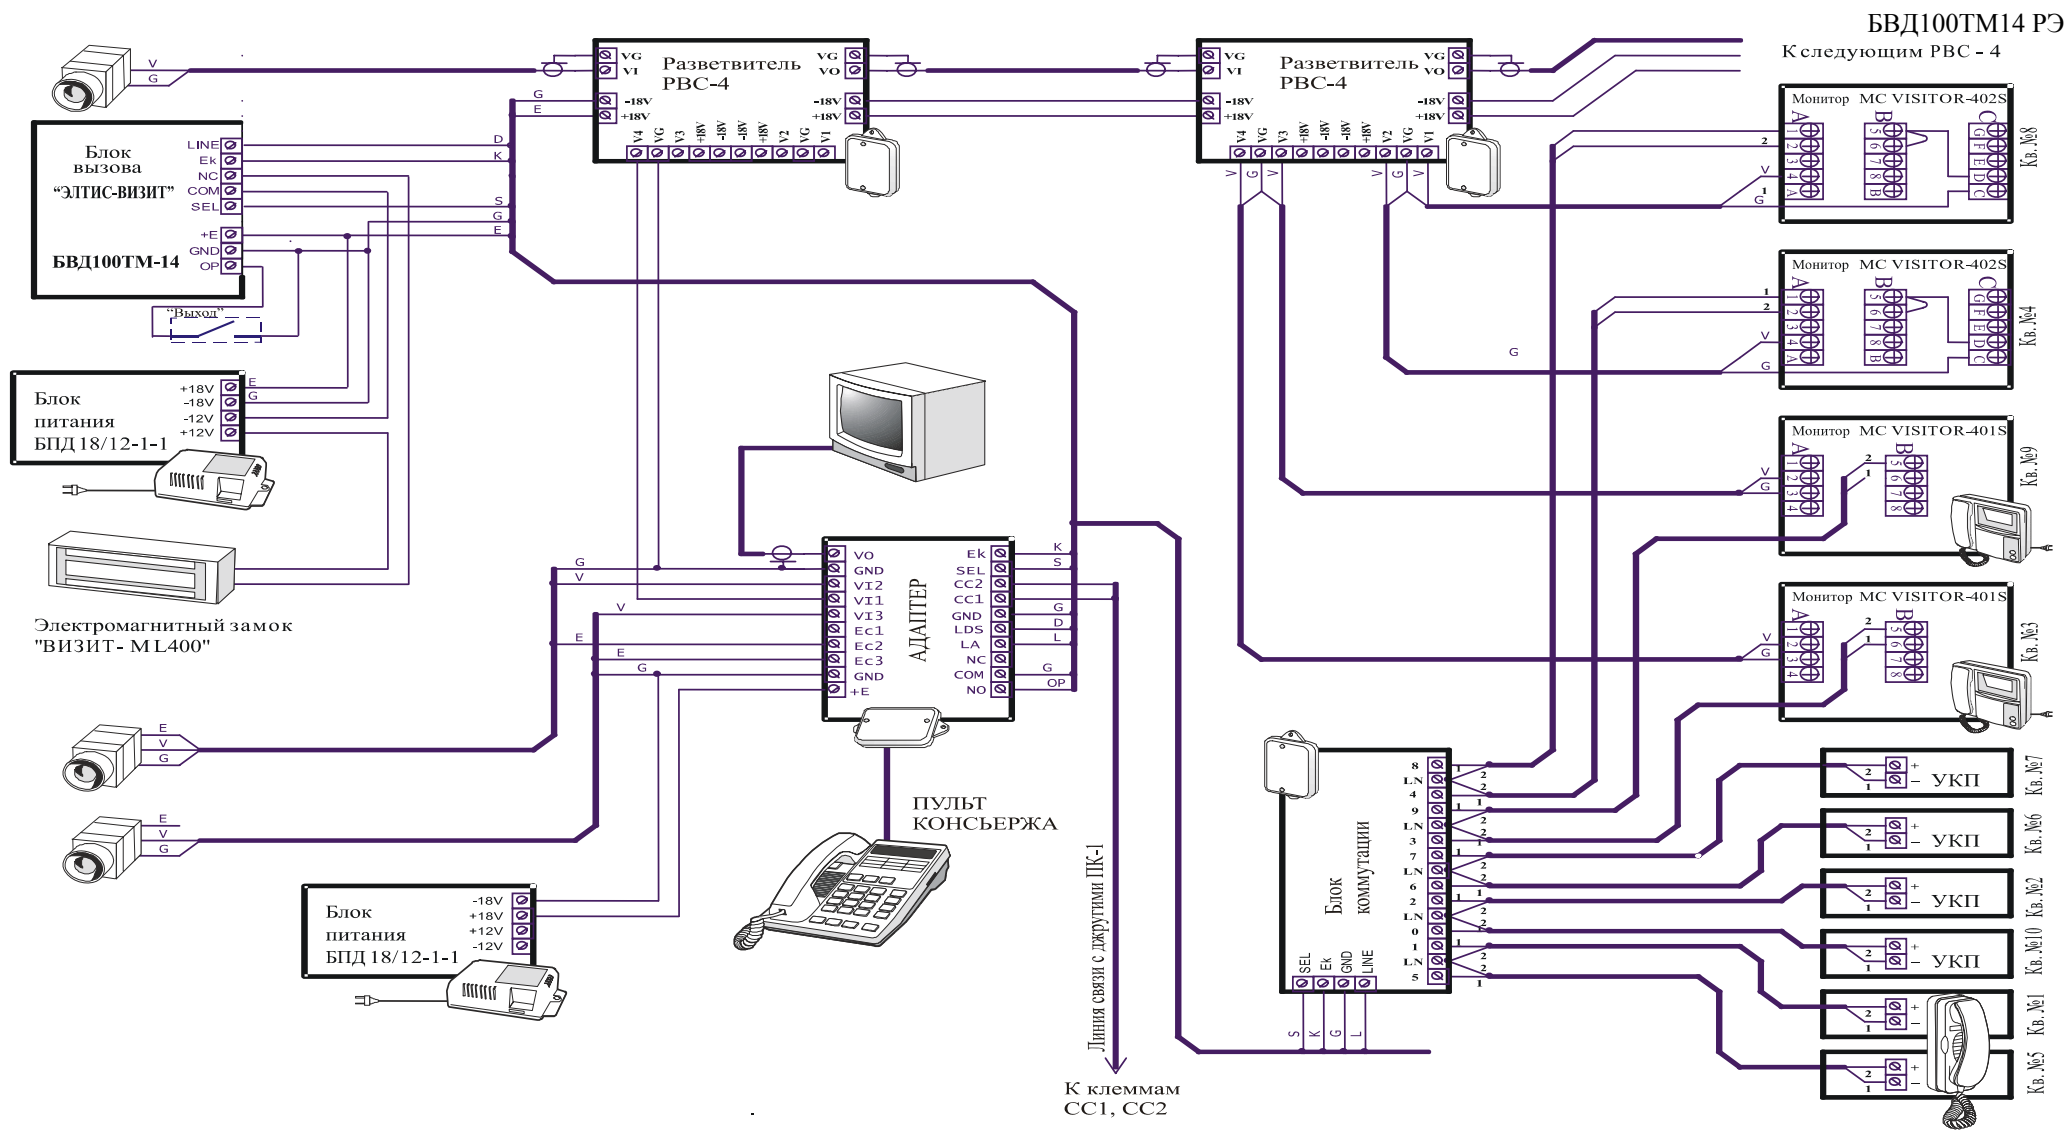

рис.3 Монтажная схема подключения БВД100 ТМ-14
5.3.2 Блок вызова, имеет специальные клеммные колодки с обозначениями для подключения проводов. Блок вызова соединяется с остальными блоками системы согласно приведенной монтажной схеме (рис.3).
5.4.1 Блок питания подключается к замку и блоку вызова согласно приведенной монтажной схеме (рис.3). Блок питания и коммутатор имеет специальные клеммные колодки для подключения проводов с соответствующими обозначениями. Для подключения блока питания к сети 220 В **обязательно(!)** должна быть установлена розетка.
С абонентскими пультами коммутатор соединяется согласно приведенной монтажной схеме (рис.3) по двум десятипроводным шинам, проложенным в стояке.
5.5.2 Пульт подключается к соответствующим проводам шины (клемма «+» пульта к шине десятков D0..D9 коммутатора, клемма «-» к шине единиц E0..E9 коммутатора). Схема соединений блоков комплекса приведена на рис.3.
5.6.1 Электромагнитный замок подключается к блоку питания и к блоку вызова согласно схеме на рис.3. Цепи коммутации электромагнитного замка в блоке вызова содержат схему размагничивания. При подключении следует соблюдать полярность напряжения, указанную на схеме, во избежание выхода из строя блока вызова.